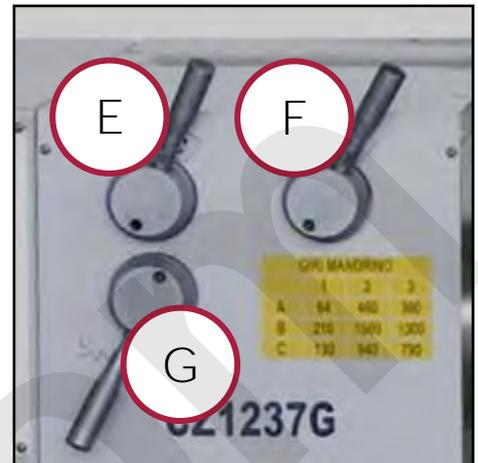

Figura 19 – Leve regolazione velocità.
Il cambio di velocità del tornio è dotato di tre leve di comando, contrassegnate da lettere (rif. E in Figura 19), numeri (rif. F) e cifre romane (rif. G).
Per selezionare il regime di rotazione desiderato, ruotare le leve E e F nelle posizioni corrispondenti, secondo le indicazioni riportate nel presente manuale o nella targa delle velocità di rotazione installata direttamente sulla macchina (vedere la Figura 13). Per esempio, per impostare la velocità di 1300 giri/min., posizionare la leva di sinistra (E) su B e quella di destra (F) su 3 (come in Figura 19).